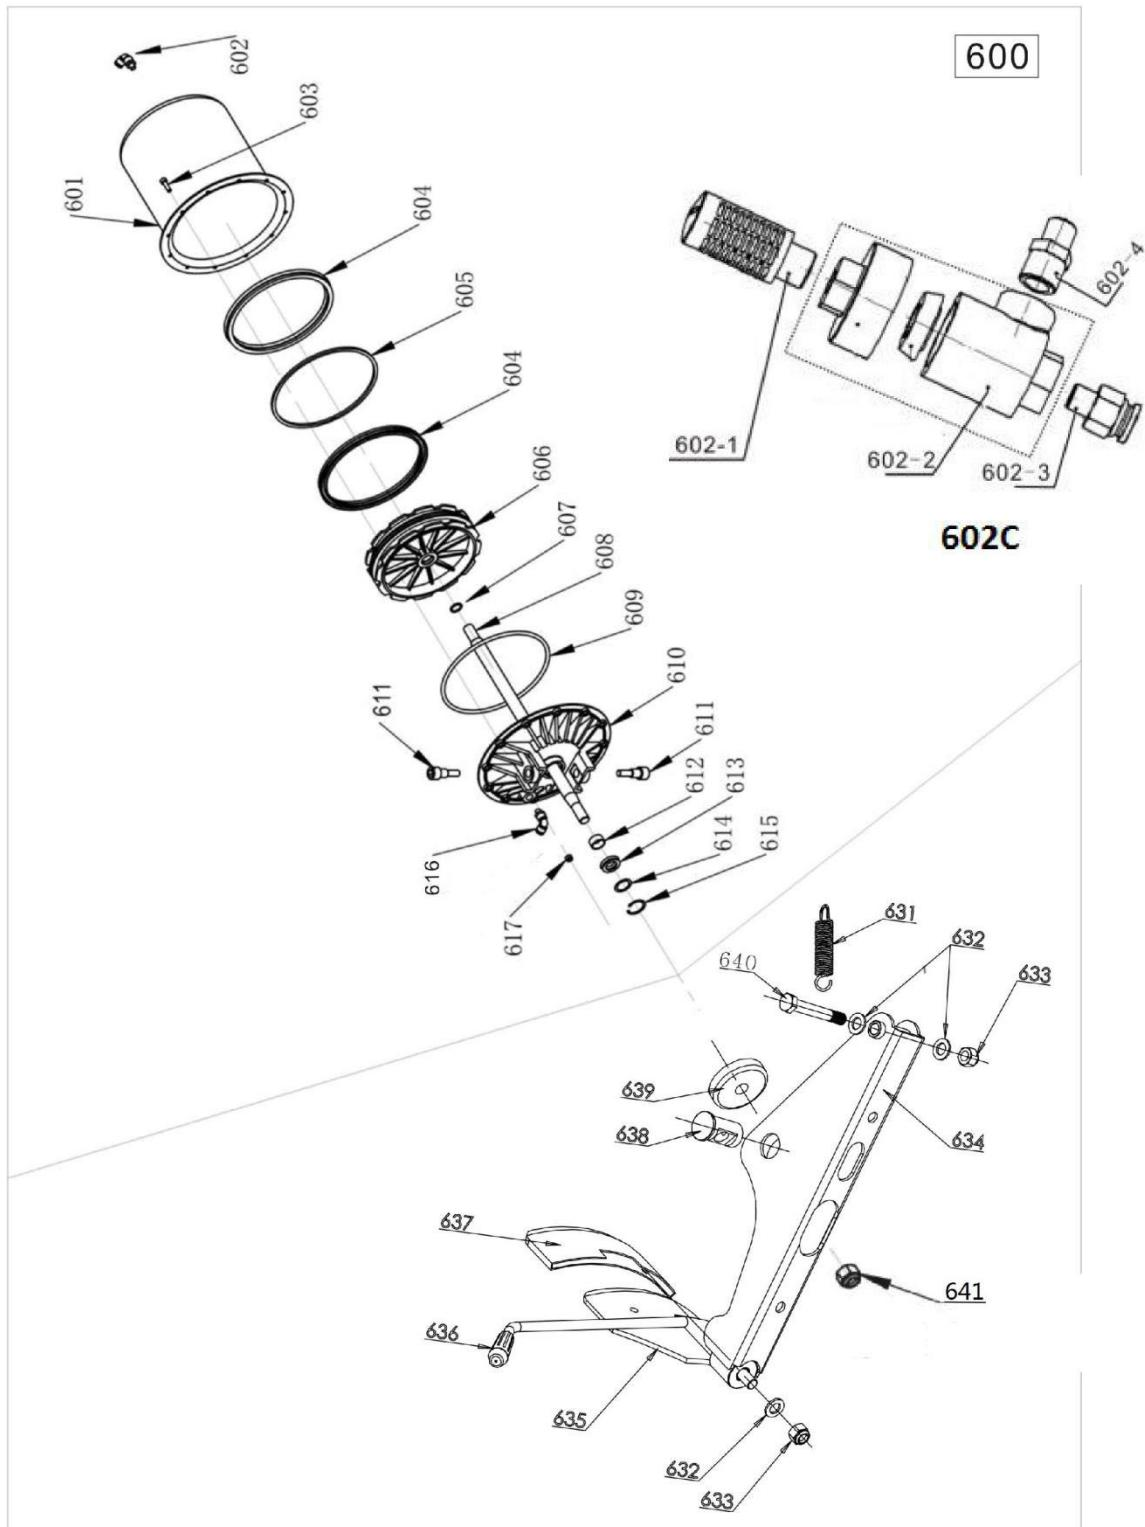

Abb.39
**2065790 Teile des Wulstbrecherzylinders (Abb.39)**
**2065645 Brecherarmbaugruppe (Abb.39)**